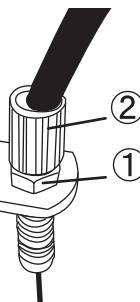

図3
※①が図2のようにプレートと密着していると②を回すことができません。図2のようになっているときは、①が図3のようにプレートから少し浮いている状態にしてください)